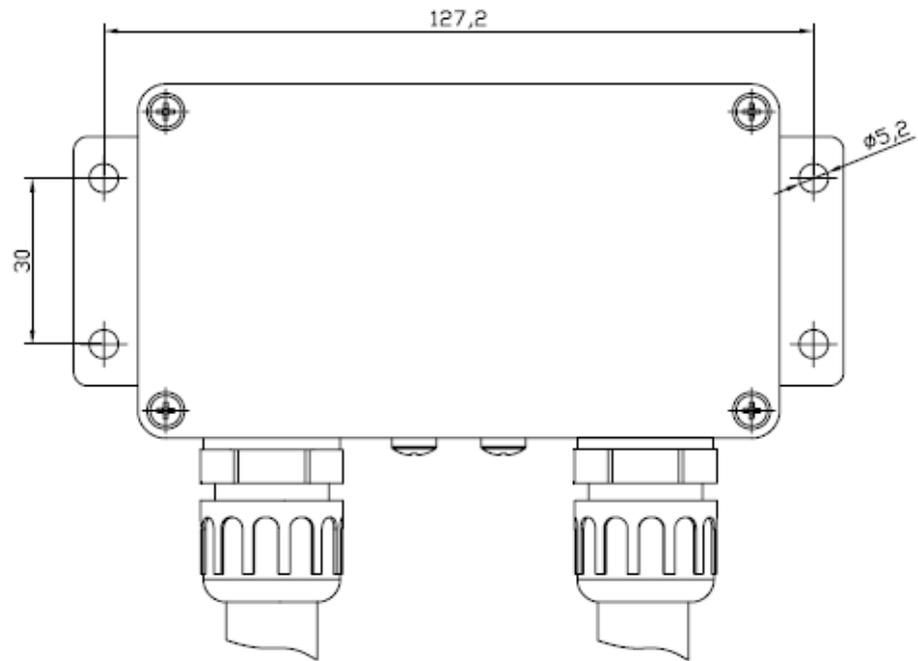

Рисунок 6
- 3) Крепеж БИС 20240 проводить саморезами или болтами согласно установочным размерам (Рисунок 6, Приложение В).